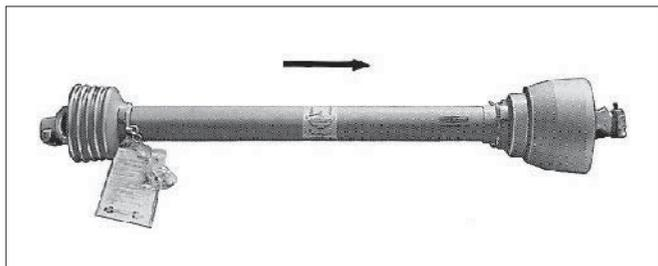

Fig. 4.12
1. **Weitwinkelgelenkwelle WWE 2300-SD15-1010 (Fig. 4.12),**